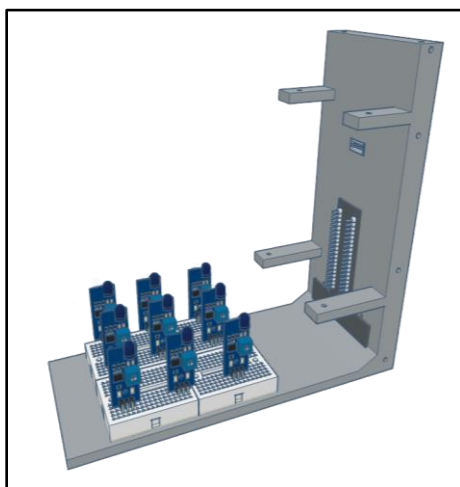

Рисунок 14. Размещение фотодиода с макетными платами на детали P1.
- а. Установите панель фотодиодов на P1, как показано на **Рис. 14**..